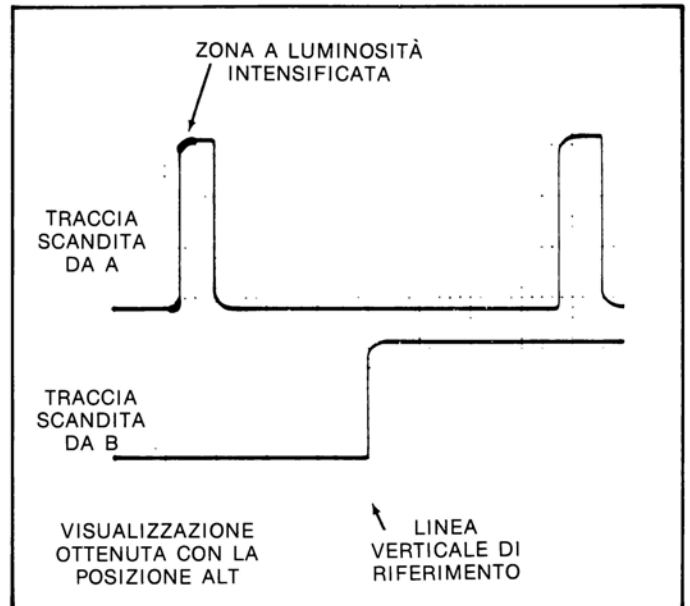

Figura 51
- Commutare il comando HORIZONTAL MODE su ALT e regolare il comando di POSITION verticale oltre al comando A/B SWP SEP in modo da disporre la traccia scandita dall'asse/tempi B sotto a quella scandita da A (si veda la figura 51).
- Regolare il comando B DELAY TIME POSITION sino a coprire, con il tratto a luminosità intensificata, il fronte di salita del primo impulso; ritoccare poi con delicatezza il comando fino a che il fronte di salita (nella traccia scandita con l'asse-tempi B), venga a collimare con una linea verticale del reticolo (si veda in figura 51).